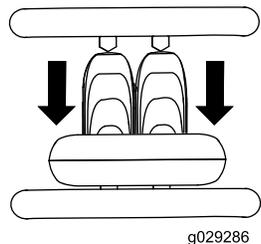

Рисунок 8
- Чтобы начать движение назад, переместите орган управления тягой назад (Рисунок 8).